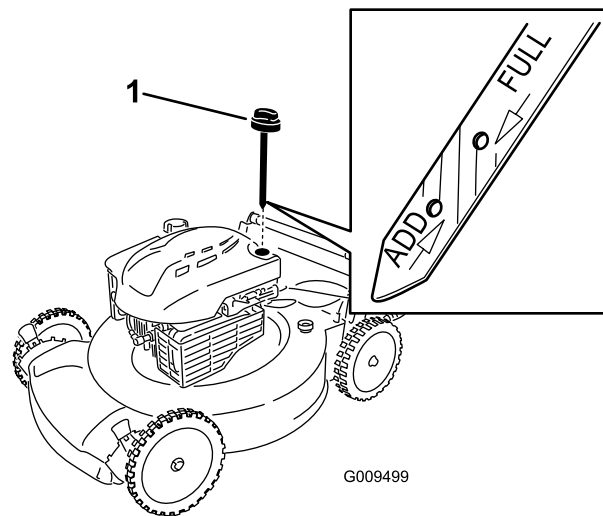

Figure 21
6. Retirez la jauge de niveau du tube de remplissage (Figure 21).